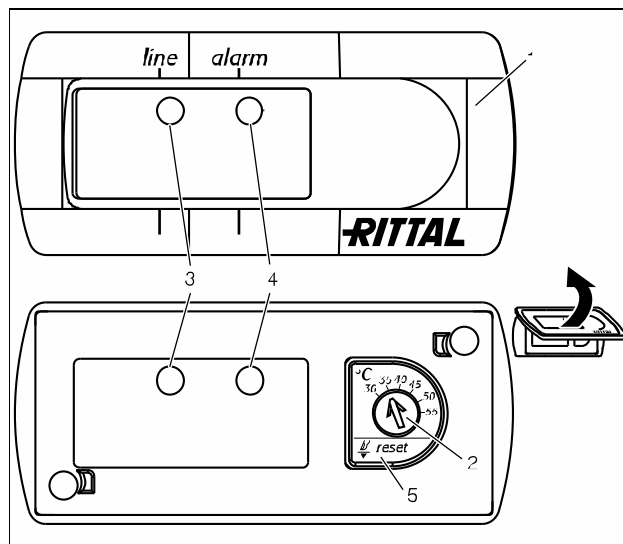

Bild 32: Basiccontroller
Den visar drifts- och störstatus med hjälp av den gröna och den röda LED-lampan (bild 32 nr. 3 och 4):
- Ställ in önskad börtemperatur (bild 32, sidan 21).
- Tryck på resetknappen (bild 32, nr. 5) i minst 3 sekunder.